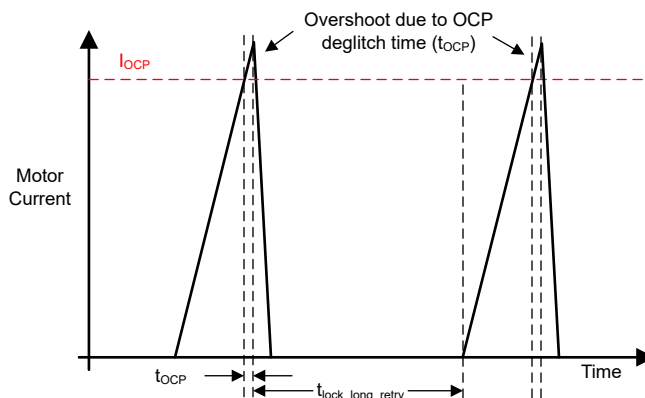

図 6-27. OCP 動作
過電流保護 (OCP) 機能は、OUTx ピンの内蔵パワー FET を電源 (VM)、グラウンド、OUTx ピン間の短絡から保護します。図 6-27 に示すように、FET に流れる電流が OCP スレッショルド ( $I_{OCP}$ ) を上回る状態が OCP グリッチ除去時間 ( $t_{OCP}$ ) を超えて続くと、H ブリッジ内のすべての FET が無効化 (ハイ インピーダンス) され、FG/RD ピンは表 6-4 に示すように回転子ロックの故障を示します。OCP 故障の復帰は、OCP\_RETRY\_MODE によって設定されます。